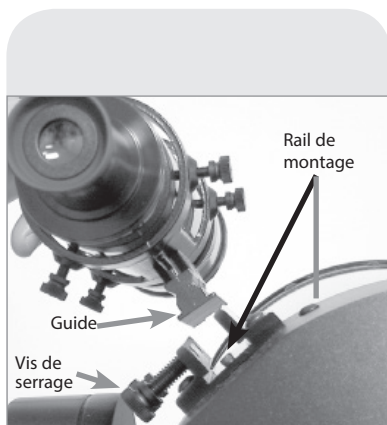

Fig. 11: Chercheur.
1. Placer le support du chercheur dans le rail placé sur le télescope. Voir Fig. 11. Pour fixer le système, tourner les deux vis placées sur le côté du rail (Fig. 11) sans trop serrer.